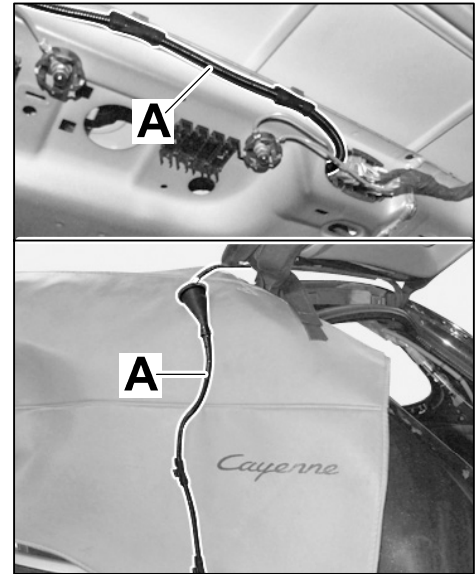

Bild 4
- 1.8 Wasserleitung ⇒ Bild 4 -A- für Heckscheibenwischeranlage nach außen legen.